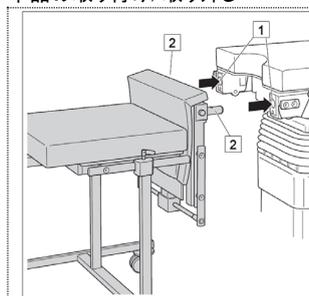

図 1
- (3)本品両サイドのロック解除ボタン③を押したままにする。
- (4)本品のピン②(図1の②)を手術台の取り付け穴①(図1の①)に最後まで差し込む。
- (5)本品のロック解除ボタン③を放す。この時、本品が固定される。
- (6)しっかりと本品が固定されていることを確認する。
- (7)シャシー両サイドのトグルボルト④を緩め、手術台からシャシー(1007.54)を取り外す。
- (1)シャシー両サイドのトグルボルト①を緩める。
- (2)シャシー(1007.54)を手術台まで移動させる。
- (3)手術台を少しずつ下げ、本品のサイドレール②がシャシー
- (1007.54)のキャッチ③と同じ高さ、もしくは少し上になるように調節する。
- (4)シャシー(1007.54)を手術台の方に動かし、両サイドのキャッチ③と本品のサイドレール②を合わせる。
- (5)キャッチ③が本品のサイドレール②の中間に来るまで、シャシー(1007.54)を手術台の方に動かす。
- (6)シャシー両サイドのトグルボルト①を締める。
- (7)本品両サイドのロック解除ボタン④を押したまま保持する。
- (8)本品をシャシー(1007.54)と共に、手術台の取り付け穴(図1の①)から引き抜く。
- (9)本品のロック解除ボタン④を放す。
- (10)シャシー(1007.54)を動かし、本品を手術台から取り外す。